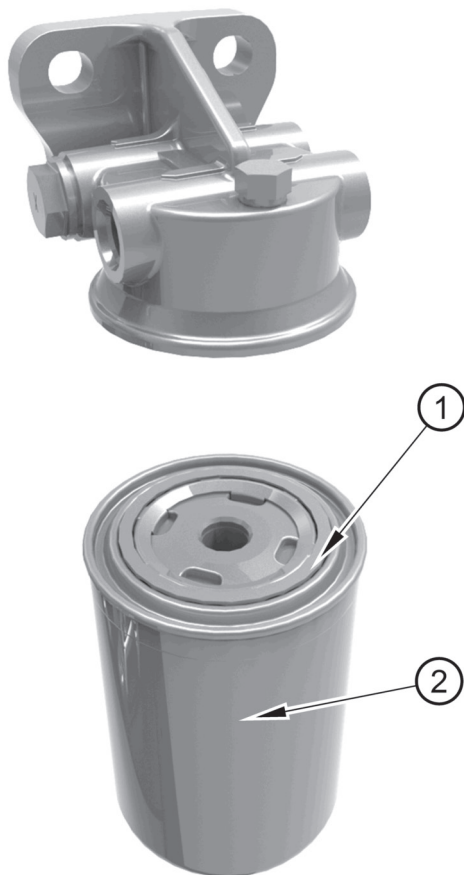

Abbildung 29
3. Bauen Sie das alte Ölfiltergehäuse (Abbildung 29, Nummer 2) mit einem Kettenspannschlüssel aus.